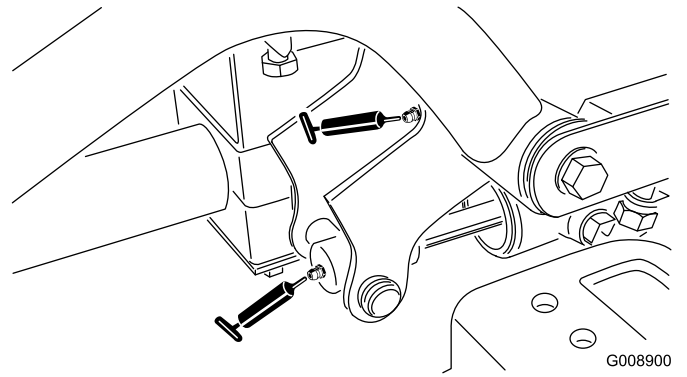

Figura 35
- Pivote y cilindro de elevación del brazo de elevación delantero derecho (2) (Figura 35)